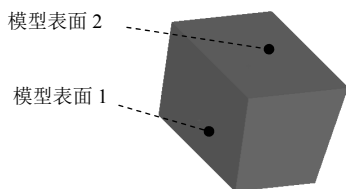
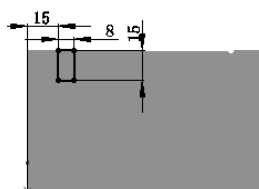
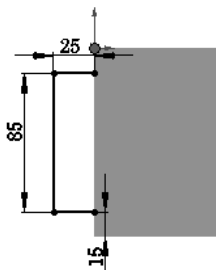

图 5.24.4 选取草图基准面
图 5.24.5 草图 2
图 5.24.6 草图 3
(3) 定义拉伸深度属性。采用系统默认的深度方向；在“凸台-拉伸”对话框 **方向1** 区域的下拉列表中选择 **给定深度** 选项，输入深度值 115.00。
(4) 单击  按钮，完成凸台-拉伸 1 的创建。
Step3. 绘制草图 2。选取如图 5.24.4 所示的模型表面 1 为草图基准面，绘制如图 5.24.5 所示的草图 2。
Step4. 绘制草图 3。选取如图 5.24.4 所示的模型表面 2 为草图基准面，绘制如图 5.24.6 所示的草图 3。